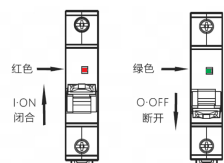

图2 NB1-63DC E闭合、断开状态指示
5.1 安装使用前先检查断路器标志与所使用的工作条件是否相符; 断路器闭合、断开状态指示如图2